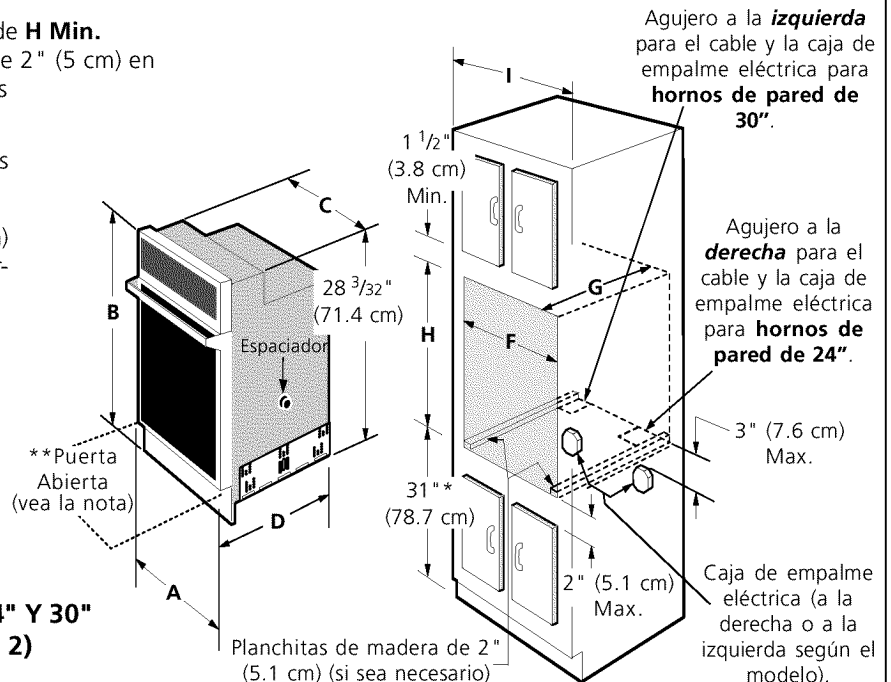

Figura 1
2. Este electrodoméstico debe conectarse a la caja de fusibles (o de cortacircuito), por medio de un cable blindado flexible o un cable con forro no metálico. El cable blindado flexible que va desde el electrodoméstico debe de estar conectado directamente a la caja de empalme. La caja de empalme debe de estar localizada en el lugar que se indica en la Figura 1 o 2, dejando tanto exceso de cable como sea posible entre la caja y el electrodoméstico, de forma que así el electrodoméstico se pueda mover fácilmente, si fuera necesario para hacer una reparación.
La altura del horno puede ser ajustada usando espaciadores de madera de 2" (5 cm) de ancho, cuando sea necesario para adecuarlo a una apertura existente en un gabinete, y cuando la altura de esta apertura exceda la **H Min.** dimensión (vea la figura 1 o 2).